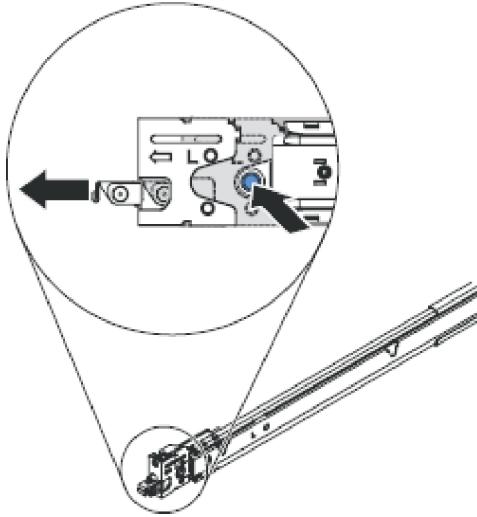

図 70. スライド・レールの前部端の準備
4. 図 70 に示すように、スライド・レールの前部端を準備します。